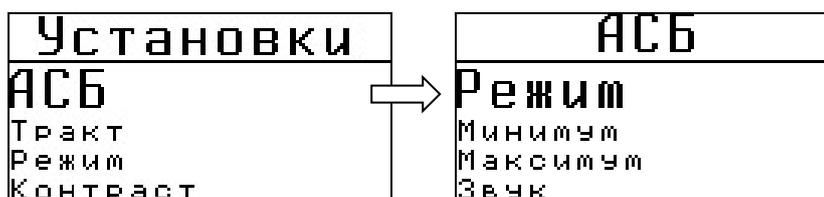

Рис.4-1 Установка режима срабатывания АСБ
**Шаг 1.** Выберите пункт РЕЖИМ в меню УСТАНОВКИ (рис.4-1) и нажмите кнопку .